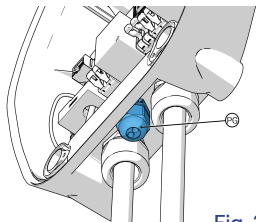

Fig. 3a
- for **Dazebox C** as shown in Figure 3a and 4a, the shielded power cable must pass through a cable gland hole (PG), breaking the blind bottom with a screwdriver. This cable gland has two Ø5 mm blind holes, one is intended for the DPM, the other for the two-pole release coil cable (refer to the Dazebox C Installation Manual).
- pour **Dazebox C**, comme illustré dans les Figures 3a et 4a, le câble d'alimentation blindé doit passer à travers un trou de presse-étoupe (PG), en rompant le fond aveugle à l'aide d'un tournevis. Ce presse-étoupe comporte deux trous aveugles Ø5 mm, l'un est destiné au DPM, l'autre au câble de la bobine de déclenchement bipolaire (veuillez vous référer au Manuel d'installation de Dazebox C).
13. Tighten the cable gland (PG) for Dazebox C, if applicable (Figure 3a).